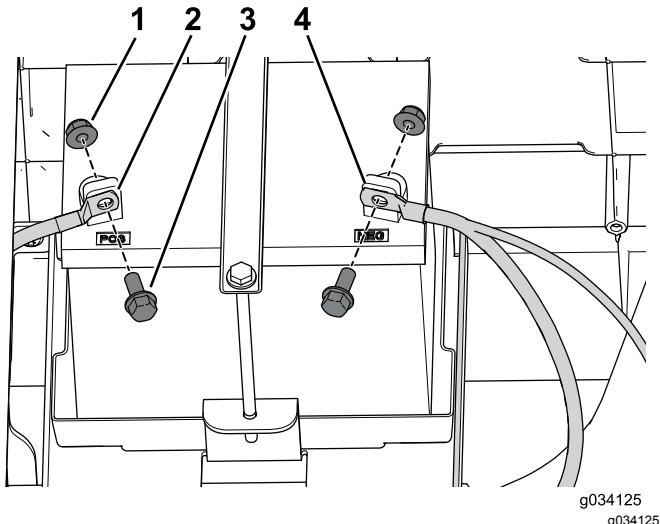

图7
7. 先后从电池上断开负极(-)接线和正极(+)接线图7。
- 用先前卸下的 2 个螺栓和 2 个螺母固定电池接线并连接电池端子 图7。